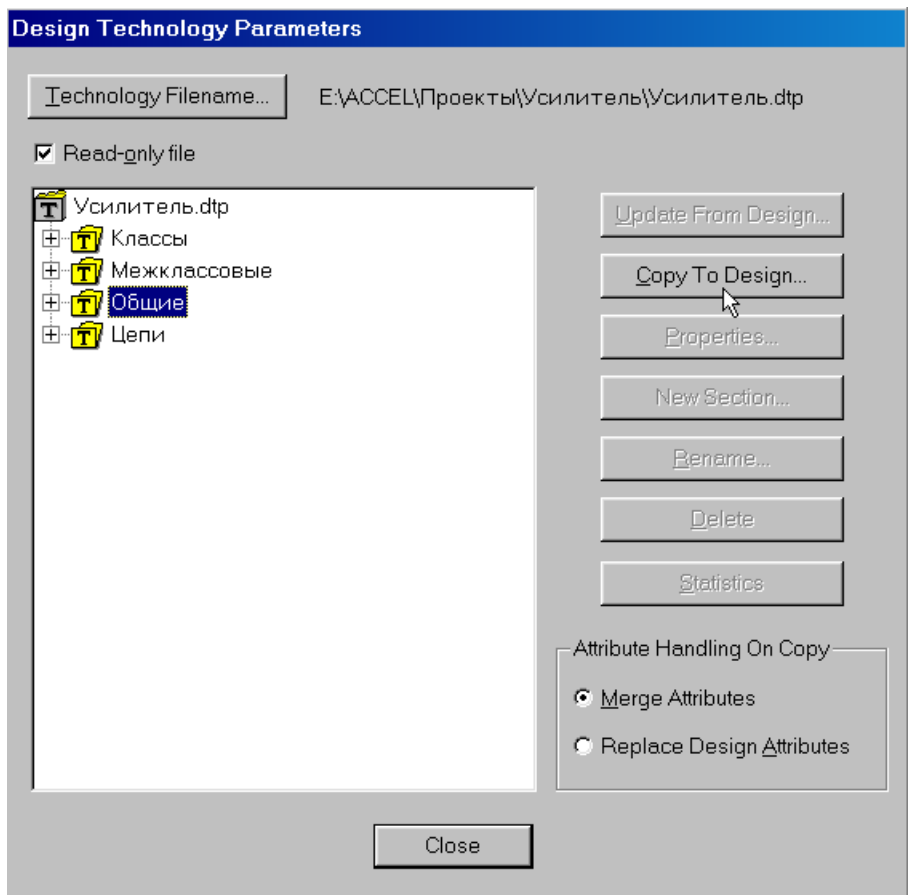

Рис. 8-19. Считывание технологических параметров из файла
2) На панели **Design Technology Parameters** (см. рис. 8-19) нажмите кнопку **Technology Filename**, найдите и откройте ранее созданный файл технологических параметров файл «Усилитель.dtp» (см. подраздел 7.8).